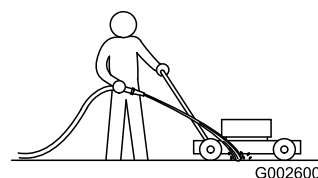

Figura 23
3. Con el motor en marcha y la cuchilla engranada, dirija un chorro de agua por delante de la rueda trasera **derecha** (Figura 23).